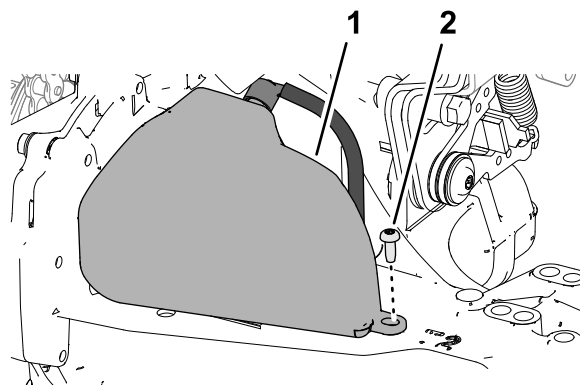

Figura 58
2. Retire y guarde el tornillo (Nº 10 x 1/2") y suelte la fijación de carraca que sujeta el depósito de expansión a la carcasa (Figura 58).